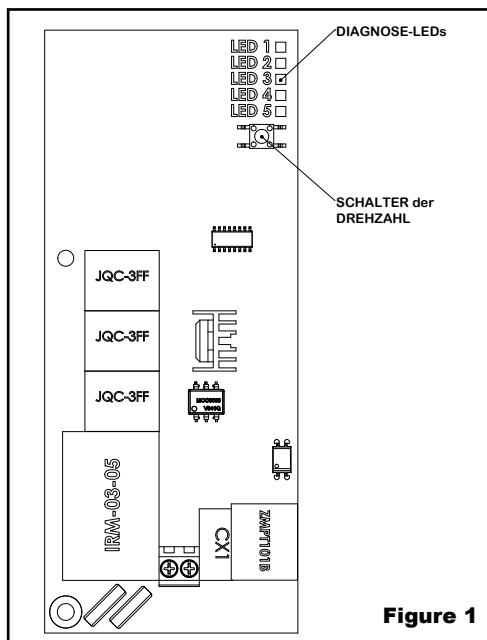

Figure 1
Ces modèles incluent une commande de réglage de vitesse de soufflerie pour (3) niveaux de fonctionnement – grande vitesse (Hi), moyen vitesse (MED) et basse vitesse (Low). Le sélecteur se trouve sur la carte de circuits imprimés dans le sèche-main, comme illustré à la figure 1 ci-dessous.
3. Situer le sélecteur sur la carte de circuits imprimés à l'intérieur du sèche-mains comme illustré à la figure 1 cidessous et ajuster la vitesse de la soufflerie comme souhaité. (Remarque : Lorsque la vitesse moyenne ou faible est sélectionnée, la LED 3 sur le circuit imprimé s'allume.).